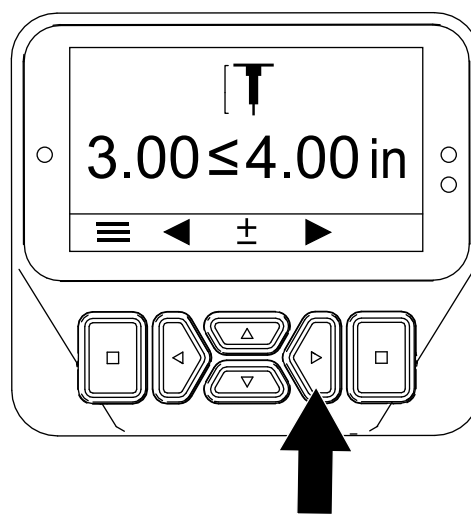

図 47
4. 右ボタンを押して、「穴の深さの設定」画面を表示する (**図 47**)。